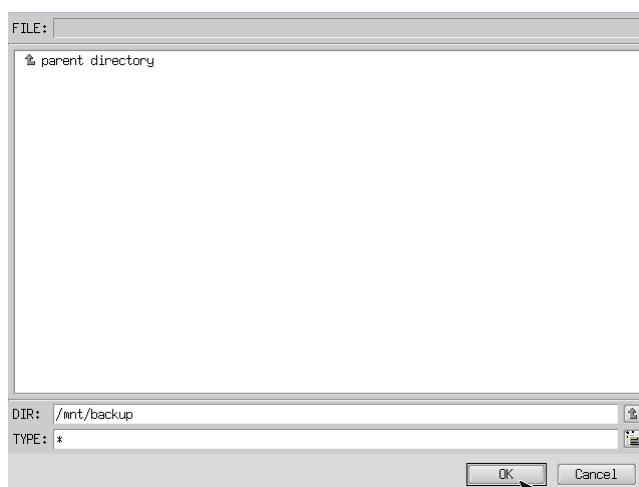

図5-3-4. フォルダ参照画面
- ⑥ フォルダ参照画面（図5-3-4）が表示されます。②で接続したパーティションは、/mntにマウントされますので、/mnt以下のフォルダを選択してください。[OK]を押すとフォルダ選択画面にもどります。